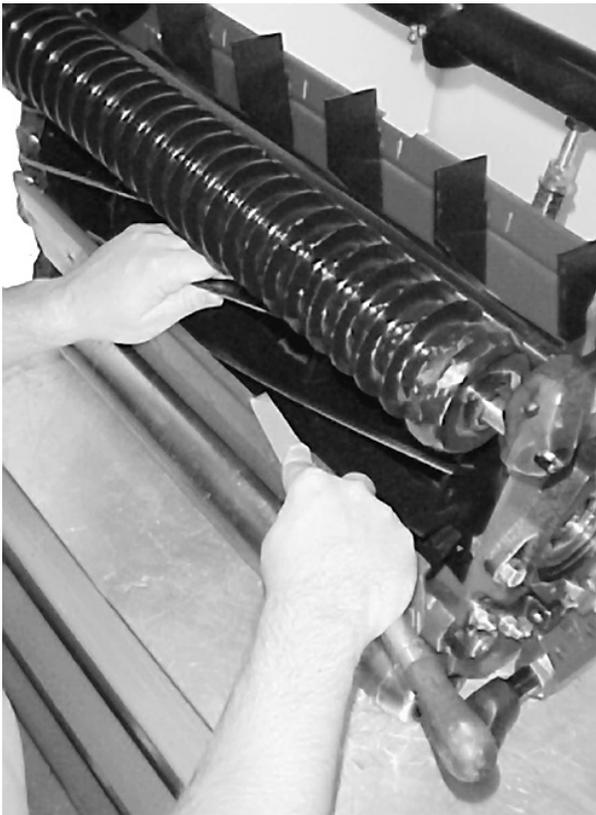

図74
1. バックラップが終わると、ベッドナイフの前端にバリができる。刃先を削らないように注意しながら、このバリをヤスリで落とす(図74)。